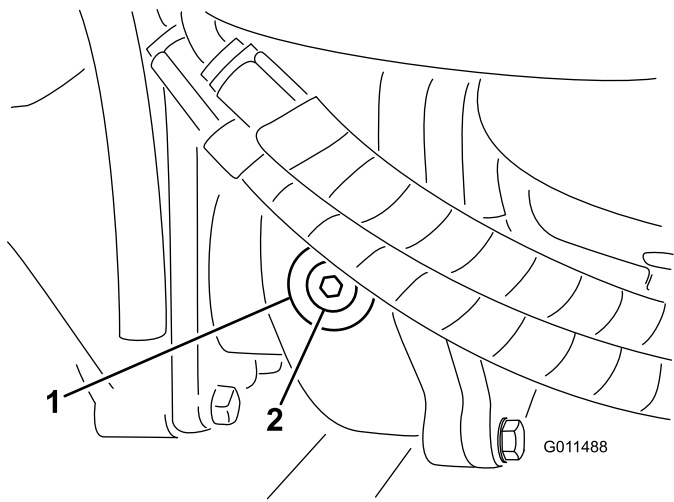

Figure 74
2. Enlevez le bouchon de contrôle/remplissage du côté gauche du boîtier d'engrenages et vérifiez que le lubrifiant atteint la base de l'orifice (Figure 74).